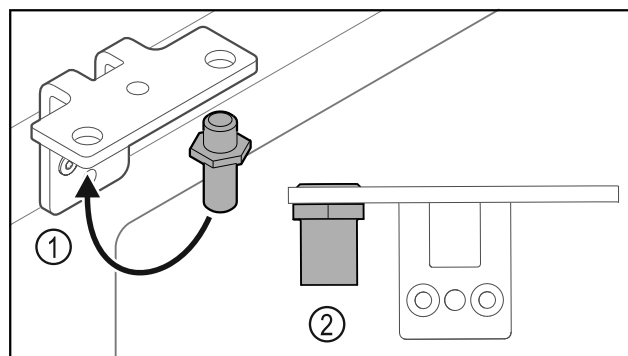

Fig. 25
- ▶ Aseta saranakulman pultti Fig. 25 (1) toiseen paikkaan.
- ▶ Kiristä pultti Fig. 25 (2) **vääntömomentilla 12 Nm**.